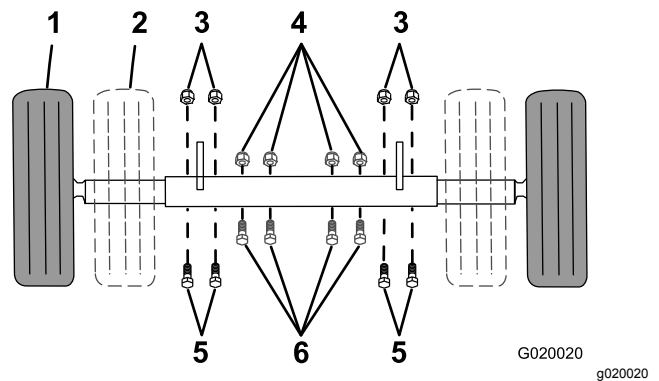

Figura 22
1. Enchufe el conector eléctrico de la máquina en el conector eléctrico del vehículo de remolque (Figura 22).
Si su modelo está equipado con un eje ajustable (Figura 22), puede ajustar el eje a la posición estrecha para pasar la máquina por un punto de acceso estrecho, como una cancela o la puerta de un edificio.
1. Punto de apoyo (2)
7. Retire los pernos y las tuercas que sujetan el eje interior al eje exterior (Figura 22).
- Deslice cada extremo del eje hacia dentro a la posición estrecha (Figura 22).
- Deslice cada extremo del eje hacia fuera a la posición extendida (remolcado) (Figura 22).
9. Sujete el eje con los pernos y las tuercas que retiró anteriormente (Figura 22) y apriételos a 87 N·m (64 pies-libra).